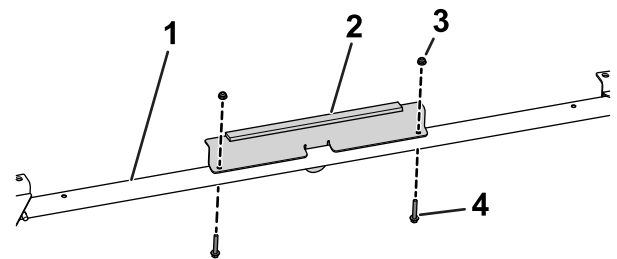

Bild 31
10. Befestigen Sie die vordere Stütze mit zwei Bundkopfschrauben (1/4" x 1 1/2") und zwei Muttern (1/4") an der vorderen Querverbindung (Bild 31).